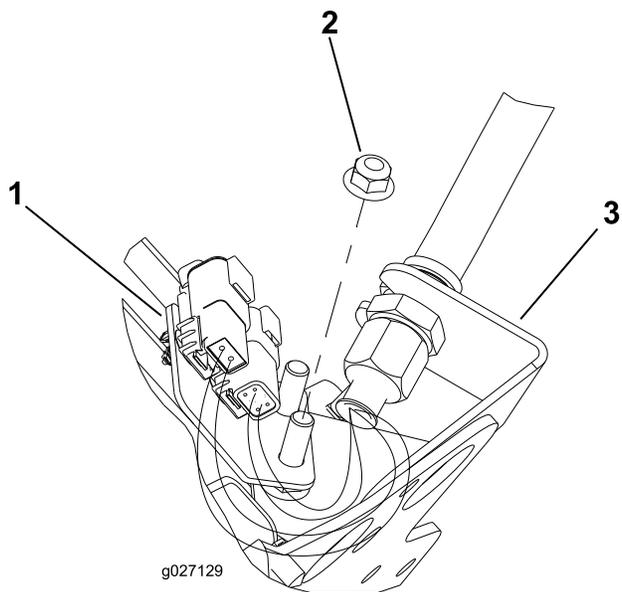
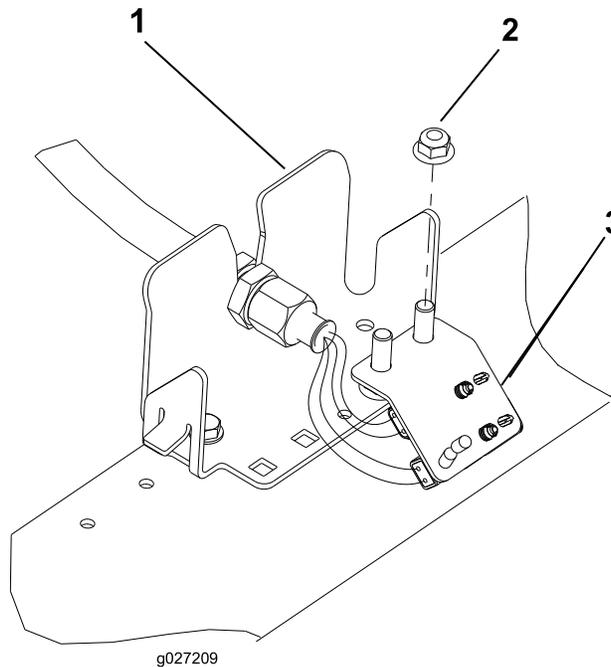

図 13
図 16
6. 残りのバルクヘッド 4 個についても同じ作業を行う。図 13-図 16 を参照。